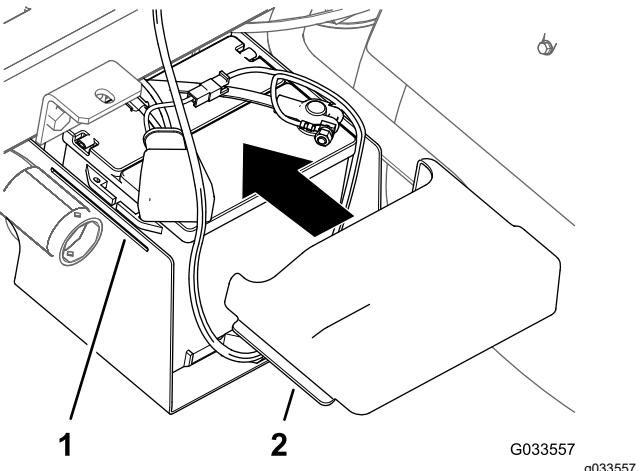

Figure 33
- Appuyez de chaque côté du couvercle de la batterie pour aligner les languettes sur les fentes de la base de la batterie, puis relâchez les côtés du couvercle (Figure 33).